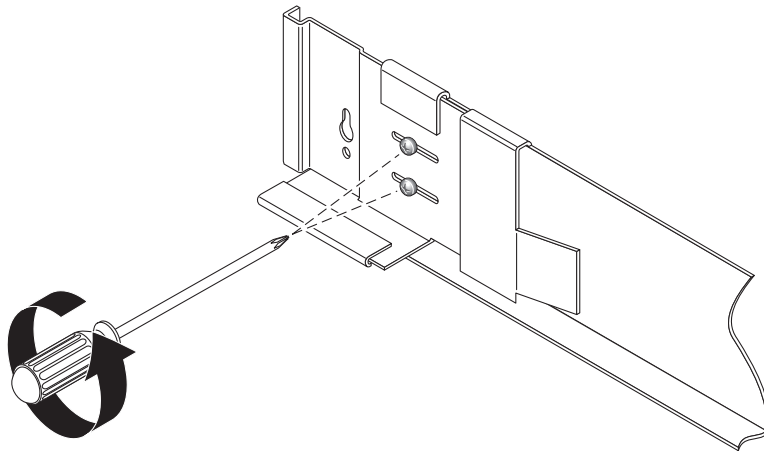

FIGURE 2-2 Dévissage des vis des rails pour en régler la longueur
1. Utilisez le tournevis cruciforme n°2 pour desserrer les vis des rails latéraux et régler chaque rail au maximum de sa longueur (FIGURE 2-2).